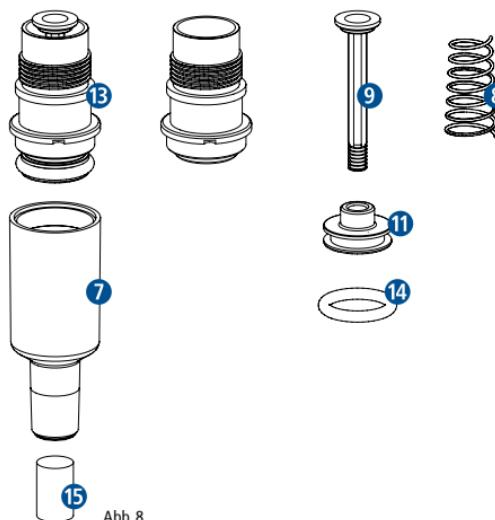

Abb. 8
- Schrauben Sie den Pipettenkonus **7** und die Kolbeneinheit **13** vorsichtig im Uhrzeigersinn ab. Ziehen Sie kräftig den Stützring **11** vom Kolben **9** ab. Nach Entfernen des O-Rings **14** können Feder **8** und Kolben gereinigt werden (Abb. 8).